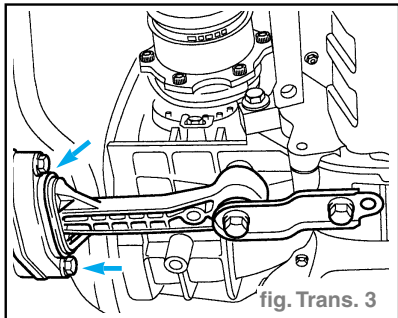

fig. Trans. 3
- Défaire sur le second cadre les vis de retenue de la boîte de vitesses (flèche). (fig. Trans. 3)